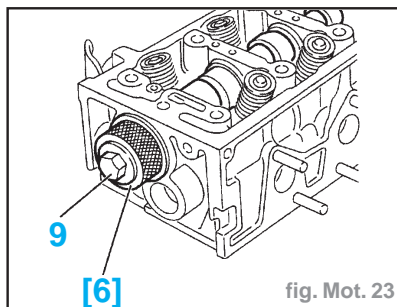

fig. Mot. 23
- Monter un joint à lèvres neuf à l'aide de l'outil (6) (réf. 0132T) et de la vis (9) (fig. Mot. 23).